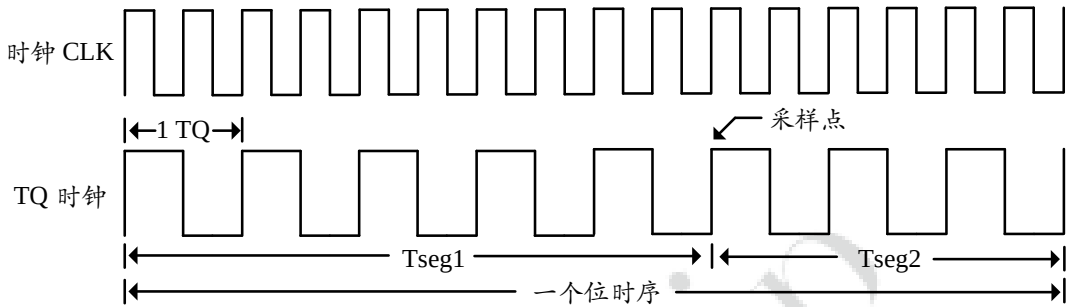

图 7-24 CANFD 位时序
- SS 段 (SYNC SEG)：同步段，大小为 1 Time Quanta (TQ)。当总线上出现帧起始信号 (SOF) 时，其它节点上的控制器根据总线上的这个下降沿，对自己的位时序进行调整，把该下降沿包含到 SS 段内，根据起始帧来进行硬同步。
对于 CANFD 控制器，如图 7-24：CANFD 位时序所示：Tseg1 段包含帧信息 SS 段，PTS 段和 PBS1 段，而 Tseg2 段包含帧信息 PBS2 段。时钟 CLK 提供给整个控制器的系统时钟 Fclk，图 7-24：CANFD 位时序示例中，PRESC 为 2，CAN 的 Time Quanta (TQ) 时间量子即一个 TQ 时长为 PRESC / Fclk。